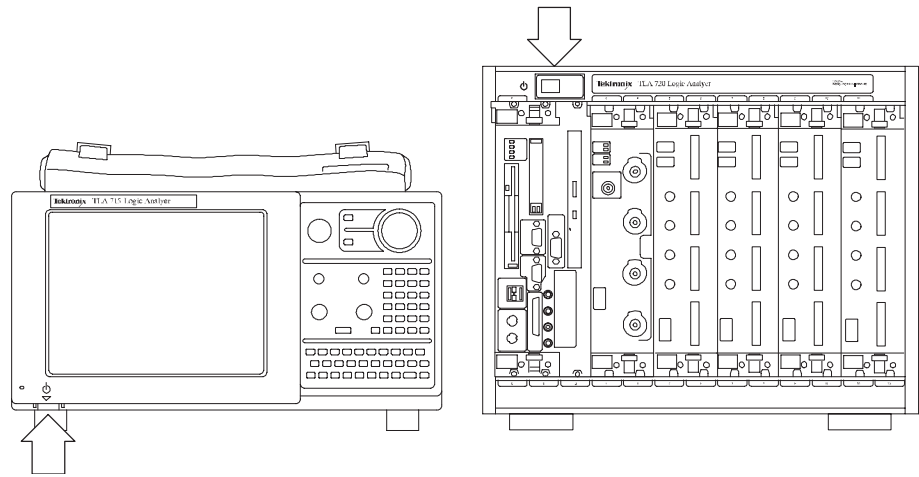

図 15 : オン/スタンバイ・スイッチの場所
4. (オン/スタンバイ) スイッチを押して、メインフレームの電源をオンにします (スイッチの場所については、図 15 を参照)。